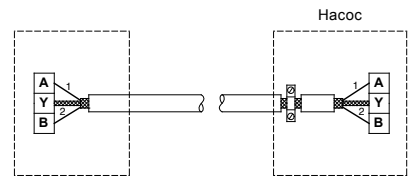

Рис. 10 Подключение 2-жильного экранированного кабеля
- Если при установке старого насоса применялся экранированный 2-жильный кабель, подключение должно быть произведено, как показано на рис. 10.